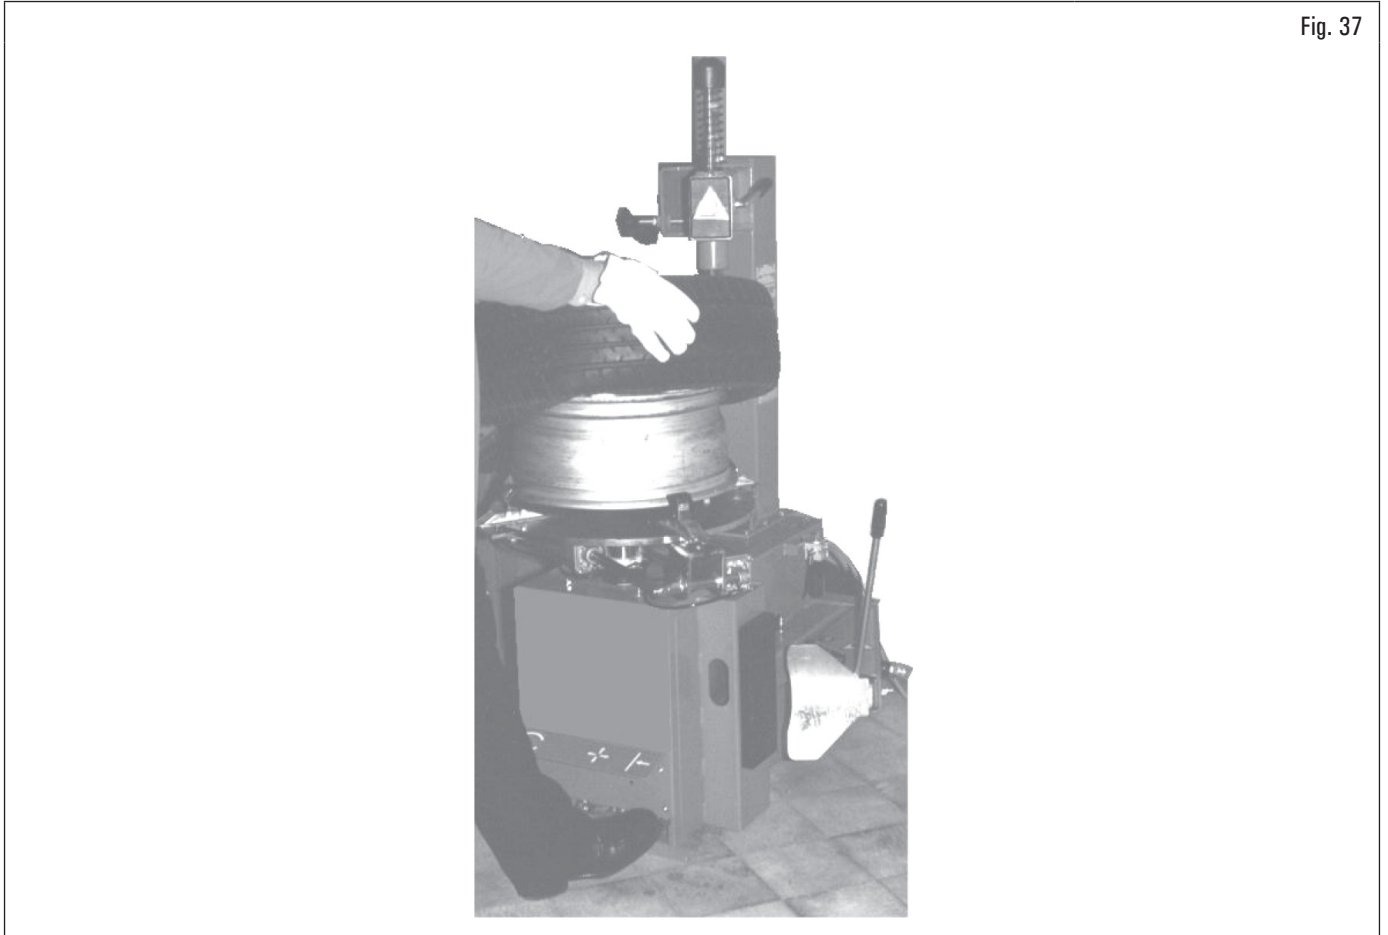

Fig. 37
2. posizionare lo pneumatico sul cerchio e sistemare la testa utensile di montaggio sul bordo esterno del cerchio (Fig. 37);